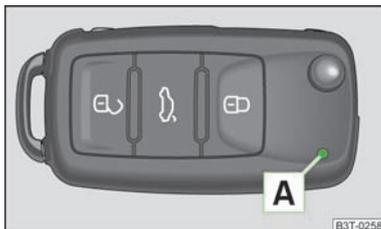
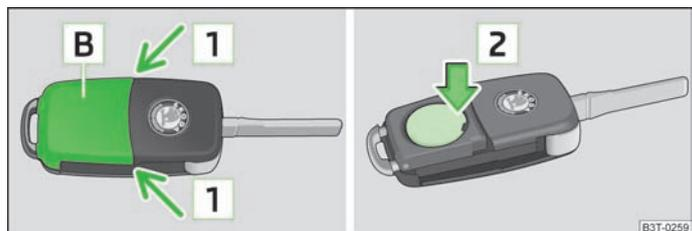

Fig. 9
Fig. 10 Chave com controlo remoto - retirar a tampa/retirar a pilha
O veículo é entregue com duas chaves com controlo remoto » Fig. 9.
Cada chave com controlo remoto contém uma pilha, colocada sob a tampa **B** » Fig. 10. Se a pilha estiver descarregada, a luz de controlo vermelha **A** não pisca ao premir um botão da chave com controlo remoto » Fig. 9. Recomendamos que a pilha da chave seja substituída por um concessionário ŠKODA. Se, no entanto, pretender substituir pessoalmente a pilha descarregada, proceda do seguinte modo:
- Pressione a tampa da pilha com o polegar ou com uma chave de fendas na zona indicada pelas setas **1** » Fig. 10.
- Retire a pilha descarregada da chave, pressionando-a para baixo na zona indicada pela seta **2** » Fig. 10.
Esta função de selecção permite o destrancamento de todas as portas, das portas em separado, de ambas as portas do lado esquerdo ou do lado direito do veículo ou o destrancamento simultâneo da porta do condutor e do passageiro dianteiro. As outras portas e a tampa do depósito permanecem trancadas e só são destrancadas depois de um novo destrancamento com o respectivo botão na chave com controlo remoto » Fig. 9 ou com o botão do fecho centralizado » Fig. 12.